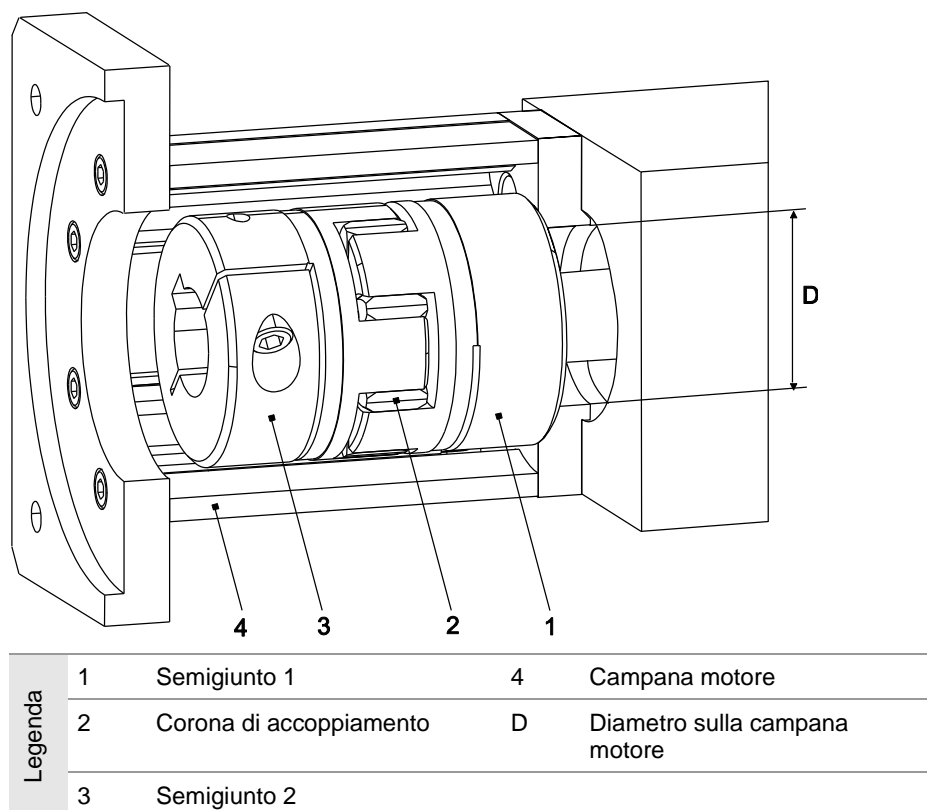

Figura 8 Campana motore con giunto motore sul perno di comando
3. Se il diametro del giunto è inferiore alla misura D sulla campana motore (4), montare dapprima il semigiunto 1 (1) (foro a livello con l'albero di comando) e quindi la campana motore (4) (Figura 8).